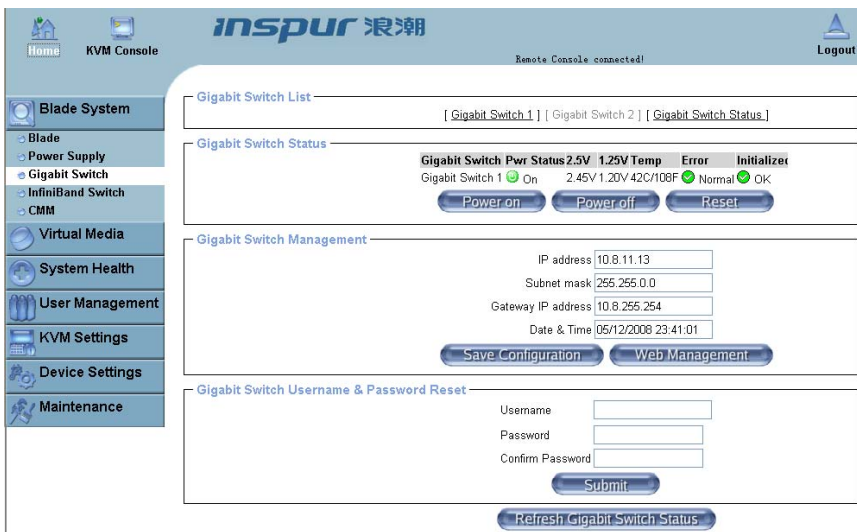

图 2-7 交换模块状态
2. 如果要对交换模块进行管理，直接选中要管理的交换模块，如下图 2-7 所示：